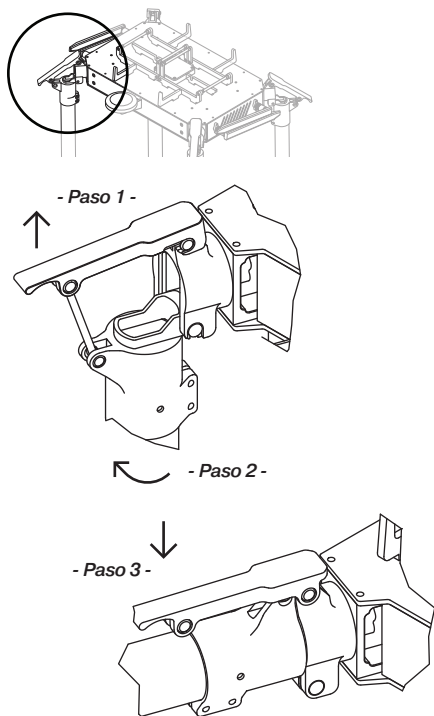

Figura 3
- Despliegue los brazos siguiendo el orden indicado en la superficie de cada brazo: 1 – 3 – 2 – 4 y presione el seguro hasta la posición de auto trabado (*Figura 3*).